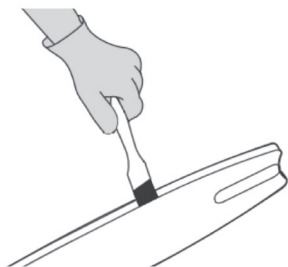

Рис. 19
2. Используя проволочную щетку, отвертку или аналогичный инструмент, очистите внутреннюю канавку стержня от остатков материала (рис. 19).